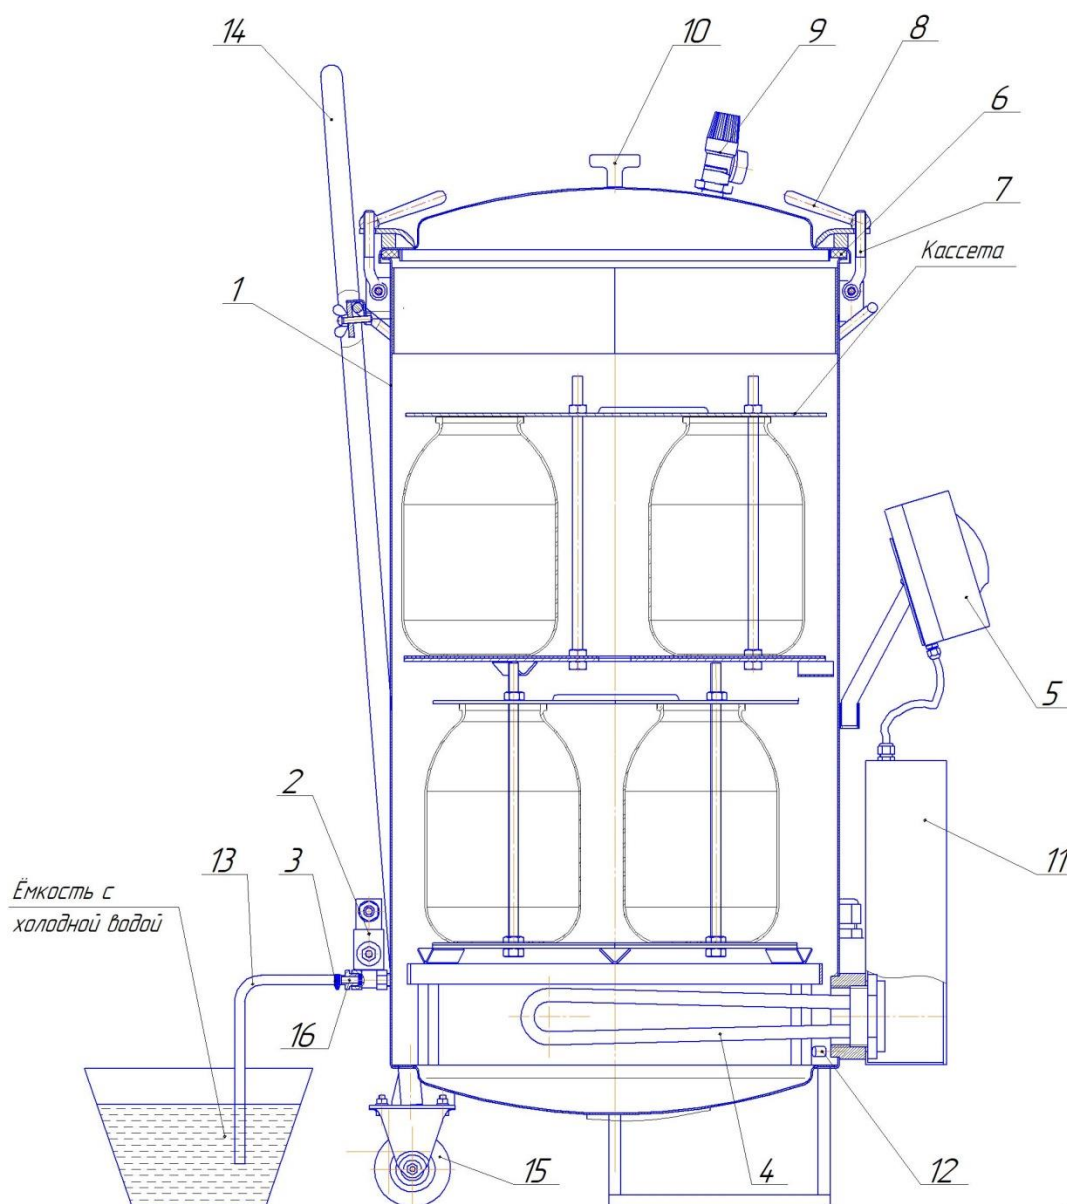

Рис. 1. Автоклав в сборе
4.5. Для защиты от брызг и пара при сливе воды с температурой свыше 100 °С, конец шланга слива 13 (рис. 1) опустить в ведро (или другую ёмкость) с небольшим количеством холодной воды (водяной затвор) и закрепить его (например, привязав шланг к ручке ведра), иначе возможны хаотичные движения шланга с выбросом пара и горячей воды во все стороны в первые минуты слива воды.
— не вывинчивать ручки зажима крышки 8 (рис. 1) автоклава;
- при необходимости сбросить давление в автоклаве, повернуть головку предохранительного клапана 10 (рис.1), до полного прекращения выхода пара (для предотвращения попадания пара на руку одеть защитную перчатку);
— вывинтить ручки 8 (рис. 1), отбросить болты 7 и снять крышку 9;
6.3. Вкрутить штуцер 16 (рис. 1) в клапан 4. Надеть конец шланга слива 13 на штуцер и закрепить его хомутом 15, другой конец опустить в ёмкость с небольшим количеством холодной воды и закрепить его (смотри п. 4.4). Для удобства удаления выливаемой воды заранее установить рядом второе пустое ведро.
6.6. Налить в корпус 1 (рис.1) воду, при этом уровень воды должен быть на 1...2 см выше верхней кромки кассеты (банок). Закрывать автоклав крышкой 9 и надёжно закрепить её с помощью болтов 7 и ручек 8, равномерно крест-накрест затягивая ручки. Для повышения качества консервируемых продуктов рекомендуется загружать кассету с банками в автоклав с температурой воды 60⁰ С.
6.8. Включить вилку автоклава в штатную розетку, включить автоматический выключатель на электрокоробке 11 (рис.1) автоклава.